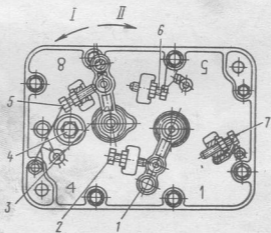

Рис. 3. Крышка регулятора частоты вращения:
- Убедиться в прекращении подачи топлива при повороте рычага 3 (рис. 3) останова до упора в болт 6 регулировки хода рычага останова. После регулировки законтрить болт 6 гайкой. Подача топлива из форсунок всех секций насоса на любом скоростном режиме должна полностью прекратиться. Регулировку производить болтом 6 регулировки хода рычага останова. (Ключ гаечный 10 мм).